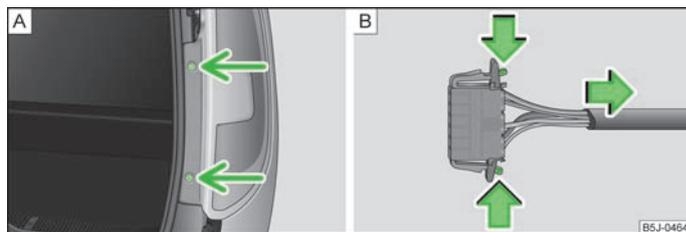

Fig. 151 Démontage du bloc optique arrière/débranchement du connecteur
- Dévissez l'ampoule » fig. 151 - **A**.
- Débranchez le connecteur » fig. 151 - **B**.